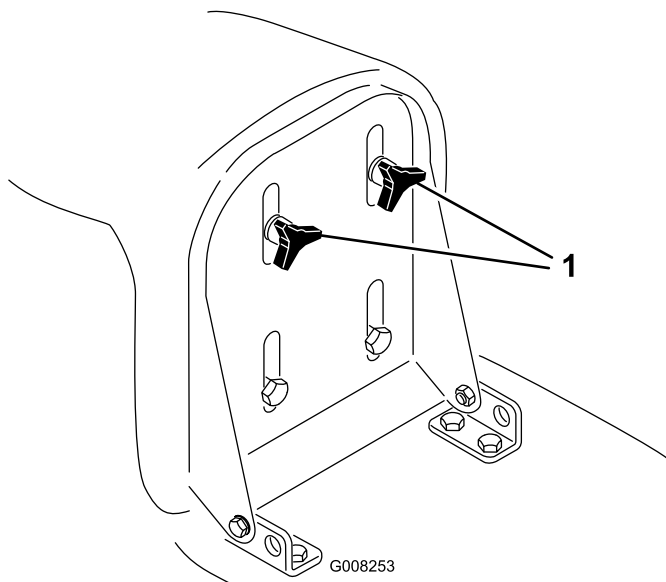

Figure 8
1. Soulevez le siège et desserrez les boutons de réglage (Figure 8).